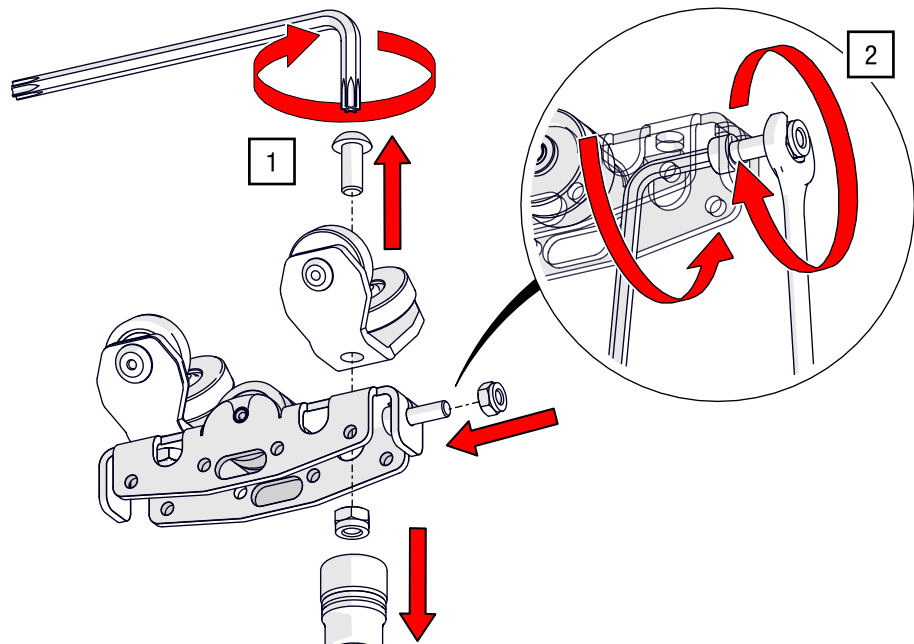

Abb. 60: Zugwagen OFFICE Überzugb. – Montage von Schraube für Magnetkopplung
1. Lösen Sie am Zugwagen die Verschraubung der vorderen Radaufnahme mit Sechskant-Steckschlüssel SW 8 und TORX®-Schlüssel T25 (siehe Abb. 60).
2. Entfernen Sie den Gummipuffer, ziehen Sie die Schraube der Magnetgegenplatte und Sechskantmutter mit einem Gabelschlüssel SW 4 und einem ISK SW 3 mit 3 Nm an (siehe Abb. 60).